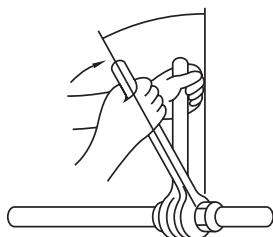

Fig. 5-8
- Aplicați un strat subțire de ulei refrigerant pe suprafața locașului conductei. (Fig. 5-8)